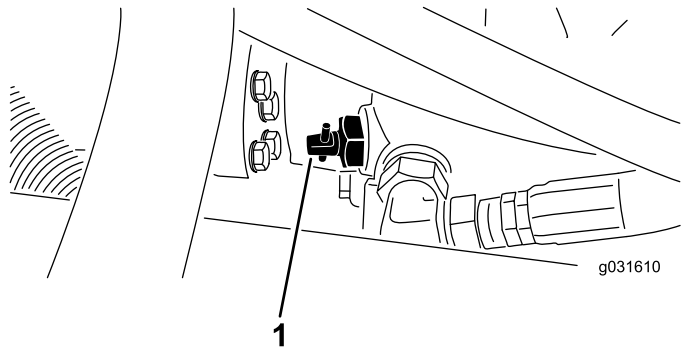

Figura 30
1. Localice la válvula de desvío en la bomba (Figura 30) y gírela 90° (¼ de vuelta) para aflojarla.